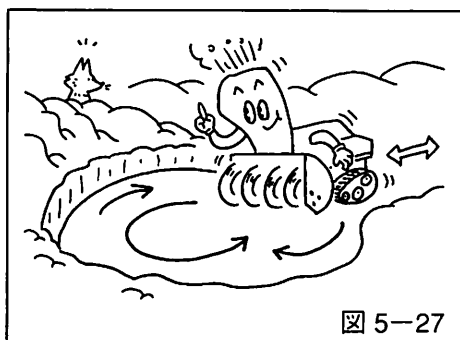

図 5-27
- 旋回時には雪の抵抗が大きく、難しい場合があります。前進・後進を繰り返しながら旋回する場所を作り、旋回させます。(図5-27参照)